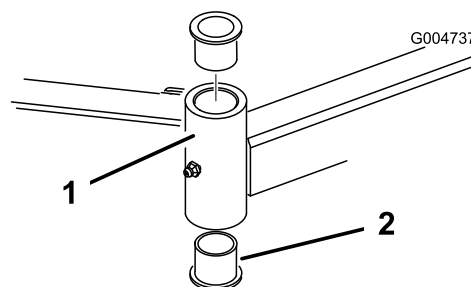

Bild 80
4. Stecken Sie einen Dorn oben oder unten in das Befestigungsrohr und treiben die Büchsen heraus (Bild 80). Treiben Sie dann die andere Büchse aus dem Rohr heraus. Reinigen Sie die Innenseite der Rohre.